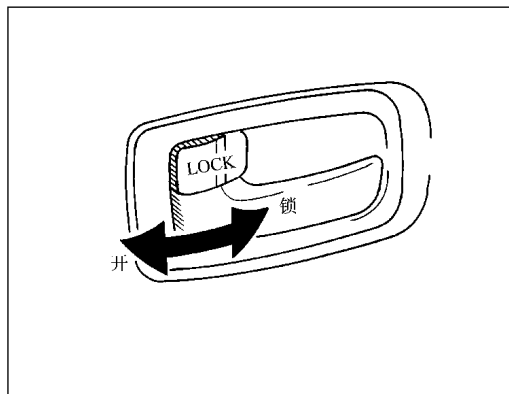

图 1-5 前车门锁内侧控制开关
(5) 前车门锁内侧控制开关。将控制开关置于图 1-5 所示“锁”位置后，提起外侧车门手柄同时关门，车门即被锁上。将开关置“开”位置可打开车门锁。